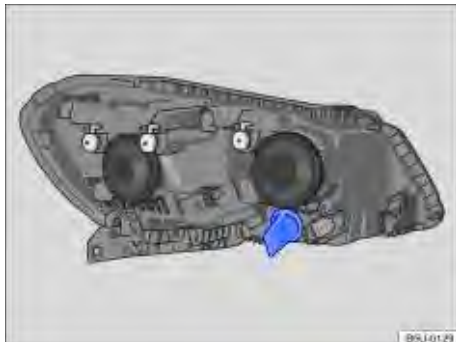
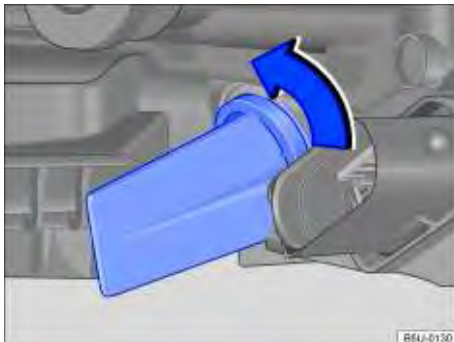

Fig. 188 No compartimento do motor: localização da lâmpada incandescente do indicador de direção dianteiro.
Fig. 189 Soquete da lâmpada incandescente do indicador de direção dianteiro.
3. Girar o soquete da lâmpada ⇒ Fig. 188, no sentido da seta ⇒ Fig. 189, e desencaixá-lo do alojamento.
8. Pressionar o soquete até o batente e girar no sentido contrário ao da seta ⇒ Fig. 189.